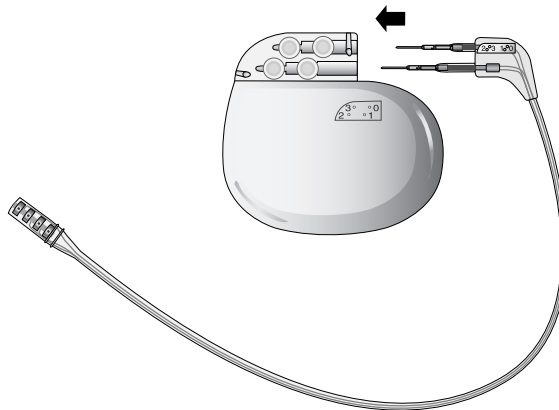

Figure 1. Insérer à fond les broches du connecteur de l'extension dans le neurostimulateur.
3. Insérer les broches du connecteur de l'extension appropriées dans la borne du neurostimulateur adéquate jusqu'à ce qu'elles soient correctement fixées dans le bloc connecteur (Figure 1). En cas de résistance lors de l'insertion des broches du connecteur, utiliser le tournevis dynamométrique (fourni avec le neurostimulateur) pour rétracter les vis de fixation.